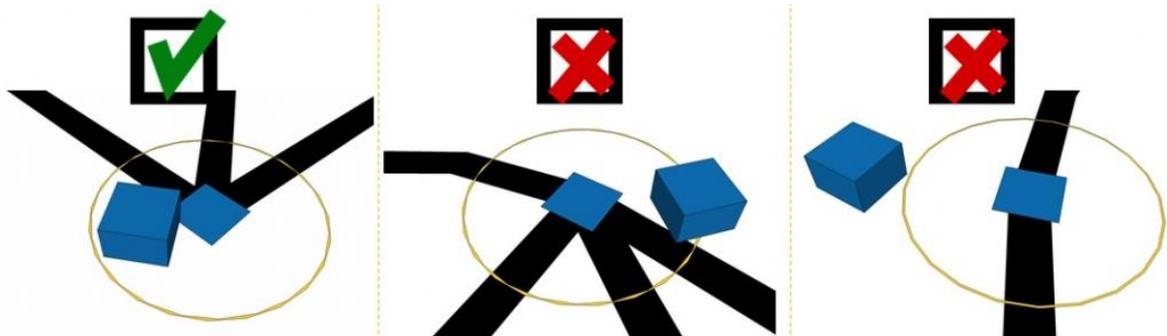

Рис. 4. Допустимые и недопустимые положения синего блока
- 2.10 Робот может поместить синие блоки внутри кругов в любое место и в любом положении. Блок должен полностью касаться покрытия поля внутри круга (см. рис. 4). Блок не должен быть поврежден (разобран).